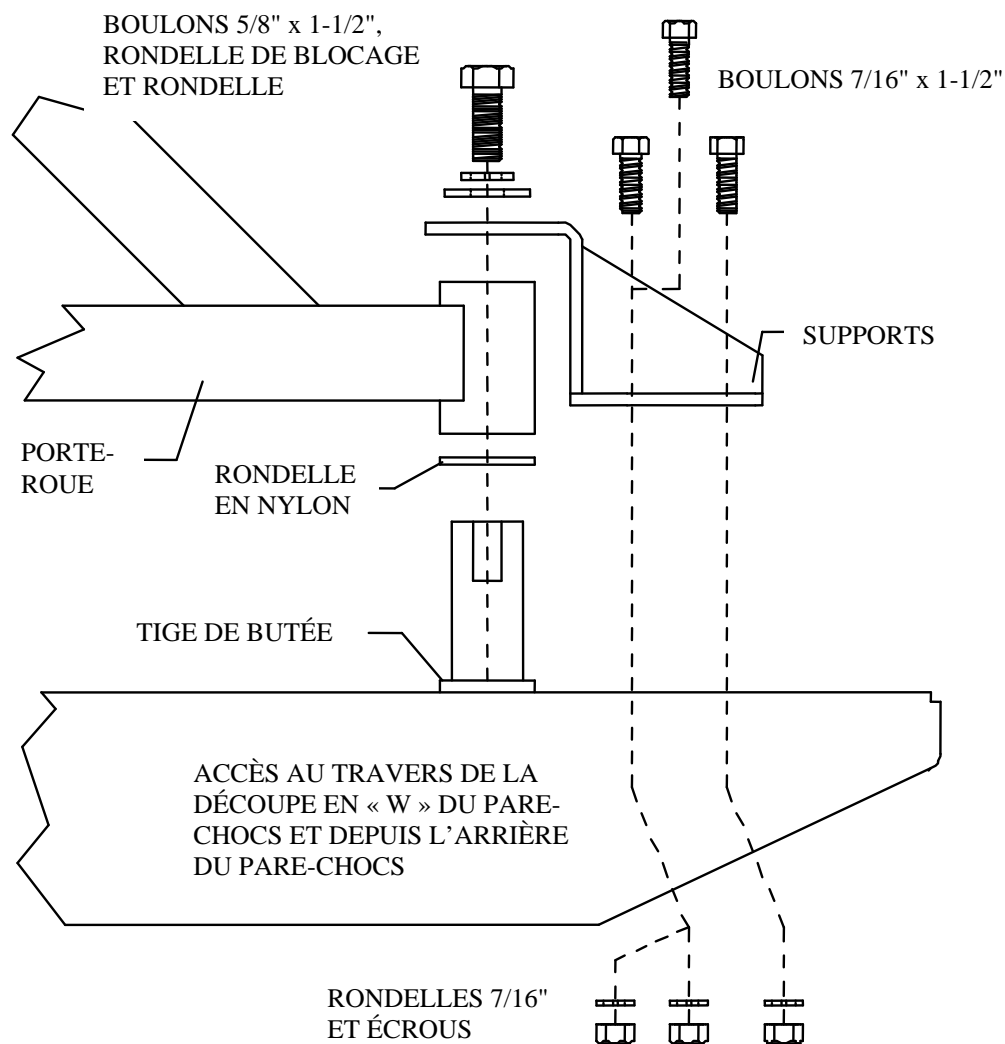

Figure 4
ronde du porte-roue sur la tige qui dépasse le pare-chocs côté passager et faites-la glisser jusqu'en bas. **Voir la figure 4.**
10. Installez le support de la tige sur le pare-chocs. Au moyen du boulon 5/8 x 1 ½ po., de la rondelle de blocage et de la rondelle, serrez le support sur la tige à la main. Puis installez les 3 boulons 7/16 x 1 ½ po. et rondelles fournis au-travers du support et du pare-chocs. Installez une rondelle 7/16 po., une rondelle de blocage et un écrou sur chaque boulon à l'intérieur du pare-chocs. Il peut s'avérer nécessaire d'utiliser un aimant ou une pince à bec effilé pour installer les écrous et les rondelles sur les boulons. Sur les modèles CJ, il peut s'avérer nécessaire d'installer les deux boulons qui sont le plus vers l'avant et de percer le 3^{ème} trou en le faisant correspondre à l'emplacement voulu. Cela est dû au fait que les extrémités du pare-chocs sont très compactes. Voir la figure 4.